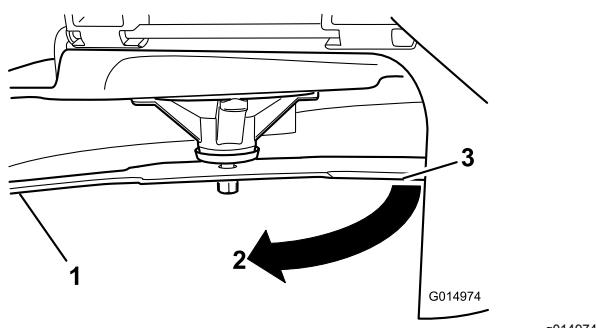

Figura 87
3. Distancia medida entre la cuchilla y la superficie (A)
4. Gire la misma cuchilla 180 grados de manera que el otro extremo esté en la misma posición (Figura 87).